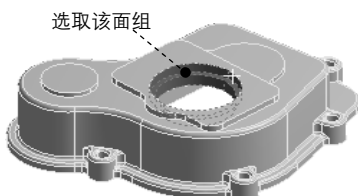

图 2.6.11 选取曲面（一）
(1) 选择命令。在“Outline”窗口中右击 **Model (A4)** 节点，在弹出的快捷菜单中选择 **Insert** → **Named Selection** 命令，弹出“Details of ‘Selection’”对话框。
(2) 选取几何对象。按住 Ctrl 键，选取图 2.6.11 所示的 5 个曲面，单击“Details of ‘Selection’”对话框中 **Geometry** 文本框中的 **Apply** 按钮确认。